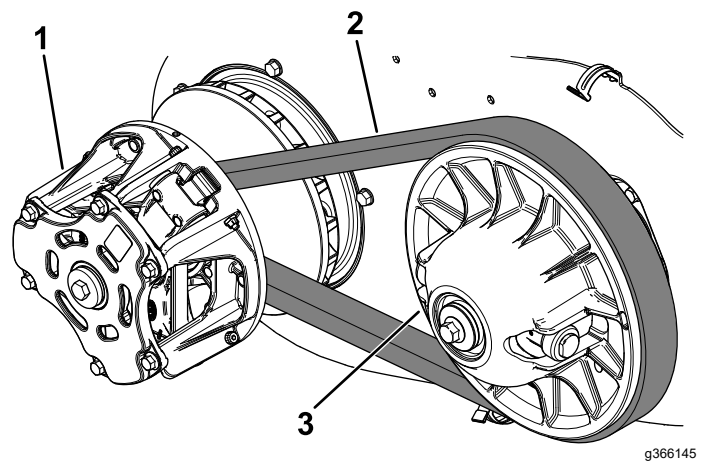

**Figure 86**
5. Débloquez les 6 clips élastiques qui fixent le protège courroie et déposez celui-ci (Figure 86).
8. Reposez le protège-courroie (Figure 86).
10. Reposez le protège-courroie (Figure 86).